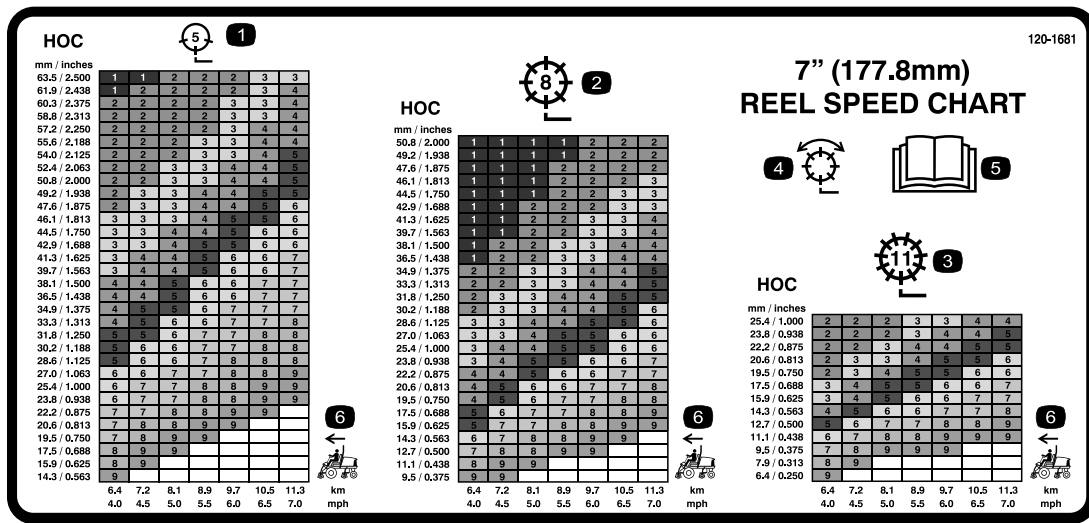

Figura 37
3. Consultate il grafico sull'adesivo (Figura 37) per stabilire l'esatta impostazione della velocità del cilindro.